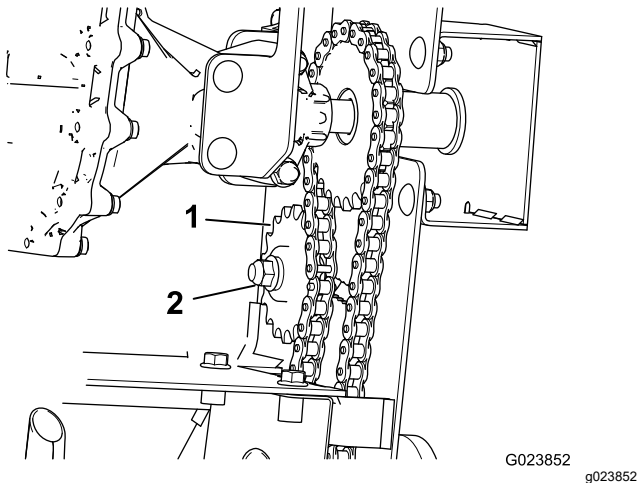

Figure 32
- Desserrez l'écrou qui fixe le pignon de tension de la chaîne que vous tendez (Figure 32).